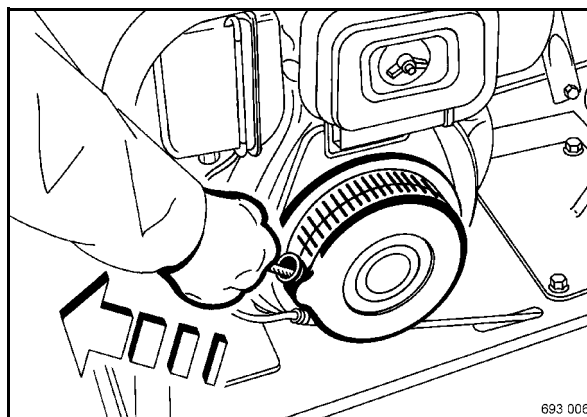

Fig. 24
- Tirar fuertemente de la empuñadura de arranque (Fig. 24) .